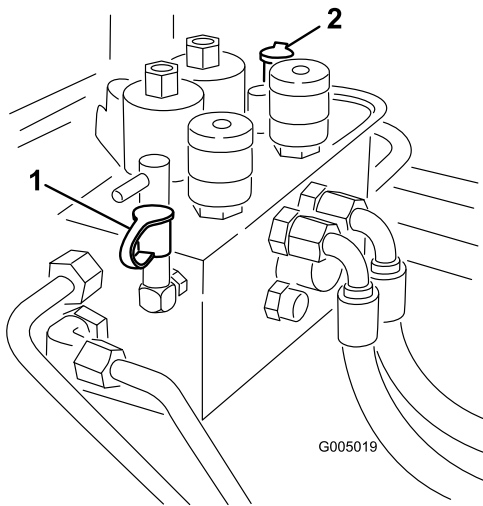

Bild 80
2. Mit dem Testanschluss B (Bild 80) wird der Hydraulikschaltkreis für die vorderen Mähwerke geprüft.
3. Mit dem Testanschluss C (Bild 80) wird der Hydraulikschaltkreis für die hinteren Mähwerke geprüft.